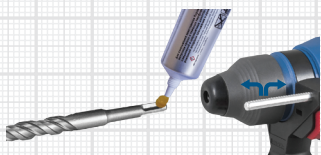

Рис. 2
- ▶ Очистите хвостовик оснастки и нанесите небольшое количество специального смазочного материала, это обеспечит производительную работу и увеличит срок службы инструмента (рис. 2).